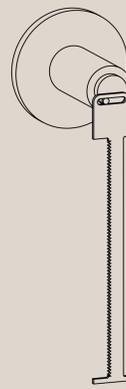

Abbildung 4: Antrieb
- austauschbare Klinge (vgl. Abb. 4)